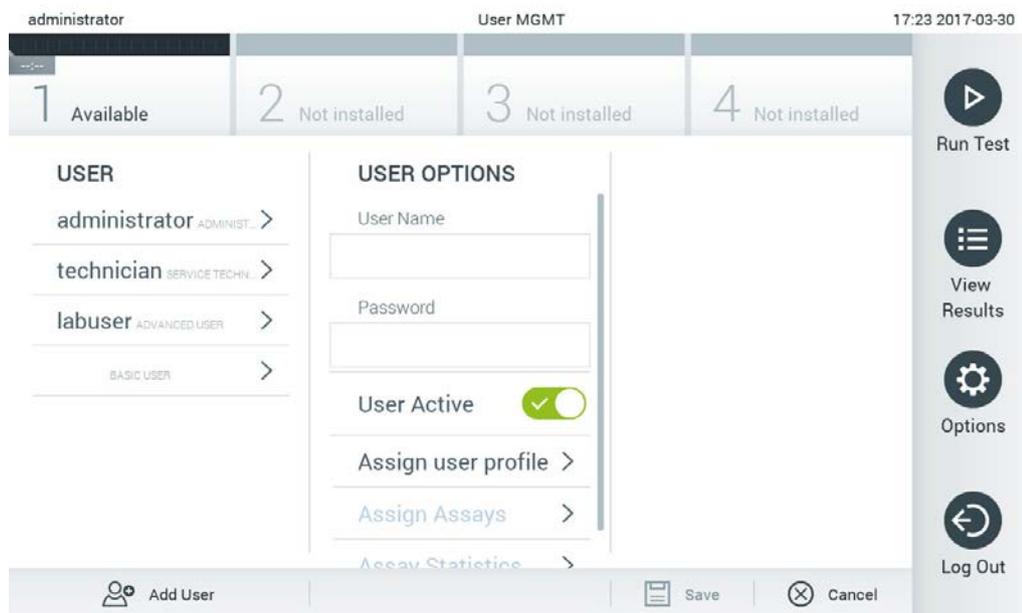

Figure 63. Ajout d'un nouvel utilisateur.
1. Appuyez sur le bouton Options (Options), puis sur le bouton User Management (Gestion des utilisateurs). L'écran User Management (Gestion des utilisateurs) apparaît dans la zone de contenu de l'écran (Figure 63).